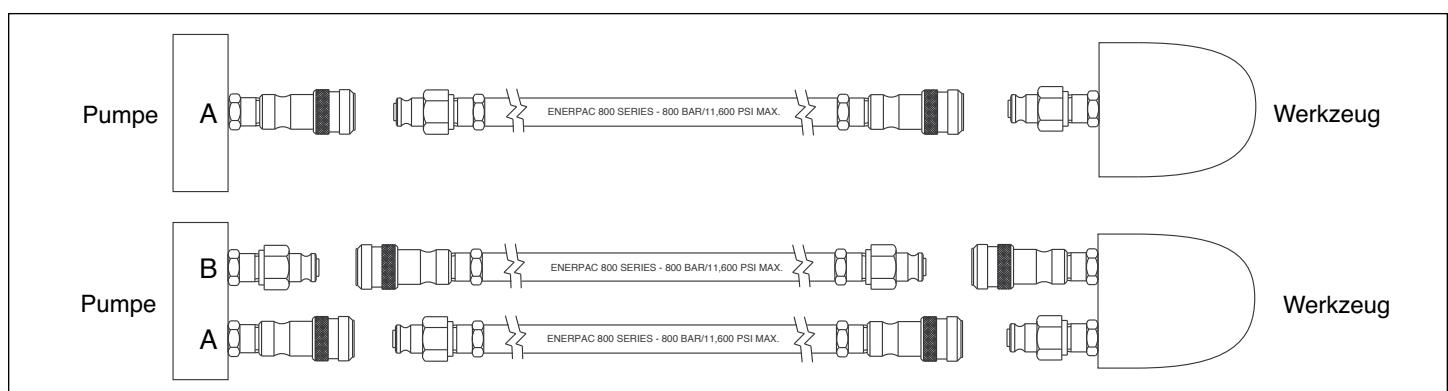

Abbildung 4 - Anschlüsse an den Drehmomentschlüssel
- Verbinden Sie das andere Schlauchende mit dem Kopplungsstück am Schlüssel, wie in Abb. 4 dargestellt. Drehen Sie die Sicherheitsringe mit der Hand fest.
- Verkoppeln Sie die Schläuche mit dem Drehmomentschlüssel, wie in Abb. 4 dargestellt. Drehen Sie die Sicherheitsringe mit der Hand fest. Die Schläuche und Kopplungsstücke der Serie 800 für die Nutzung der Enerpac Pumpen- und Drehmomentschlüssel-Kombination sind so konzipiert, dass der Vorlaufanschluss der Pumpe nur mit dem Vorlaufanschluss des Drehmomentschlüssels und der Rücklaufanschluss der Pumpe nur mit dem Rücklaufanschluss des Drehmomentschlüssels verbunden werden kann.